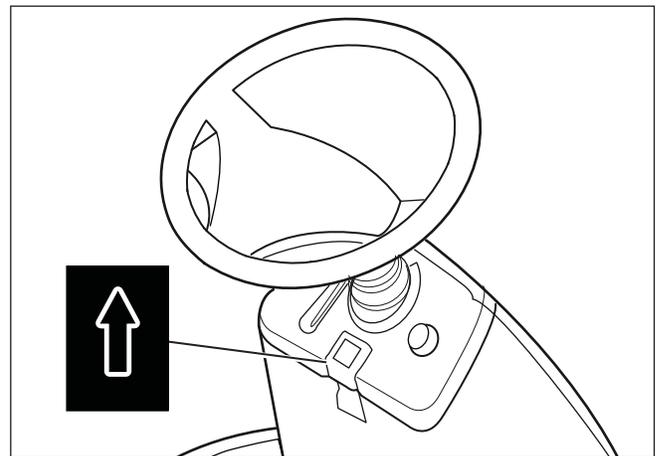

Figure 15
2. Tirer le bouton de frein de stationnement (**Figure 15**).
4. Régler le frein de stationnement (voir la Figure 15).